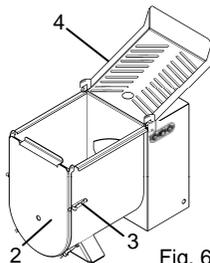

Fig. 6.4.2
- A la fin de l'opération baisser le portillon avant "2" Fig. 6.4.2 et le bloquer en fermant les charnières "3" Fig. 6.4.2.